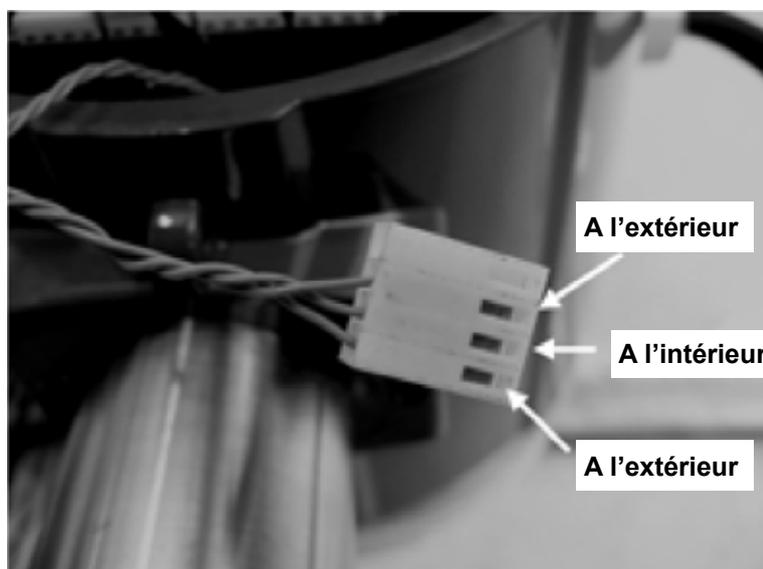

Fig. 54 - Connecteur de capteur de turbine
3. À l'aide des précautions ESD et des précautions relatives aux zones dangereuses, retirez le couvercle de la fenêtre de l'enceinte électronique. Débrancher le capteur de la turbine de la pile de l'électronique ou de la carte d'alimentation à distance. Voir figure 54. La mesure de la résistance de chaque broche extérieure à la masse du compteur devrait lire une très faible résistance. La mesure de la résistance de la broche centrale à la masse du compteur - ceci doit être mis à la terre sur le compteur.